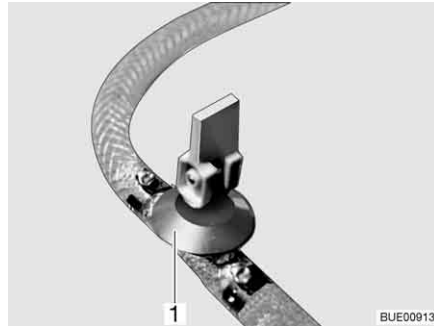

Fig. 205 Llave de desagüe
- Cerrar la(s) llave(s) de desagüe. Colocar para ello el balancín (Fig. 205,1) en posición horizontal.
- Abrir la(s) llave(s) de desagüe (Fig. 205). Colocar para ello el balancín (Fig. 205,1) en posición vertical. La caldera se vacía hacia fuera.